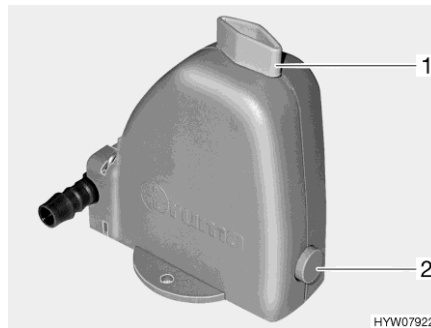

Bild 81 Säkerhets-/avtappningsventil
Värmesystemet är utrustat med en säkerhets-/avtappningsventil (Bild 81). Säkerhets-/avtappningsventilen gör så att vattnet i varmvattenberedningen inte fryser till is när det är frost och värmesystemet inte är påslagen.
- Stäng säkerhets-/avtappningsventilen. Ställ vredet (Bild 81,1) diagonalt mot säkerhets-/avtappningsventilen och tryck in tryckknappen (Bild 81,2).
- Öppna säkerhets-/avtappningsventil. Vrid då vredet (Bild 81,1) mot säkerhets-/avtappningsventilen. Tryckknappen (Bild 81,2) skjuts ut. Nu töms varmvattentanken via säkerhets-/avtappningsventilen utomhus.